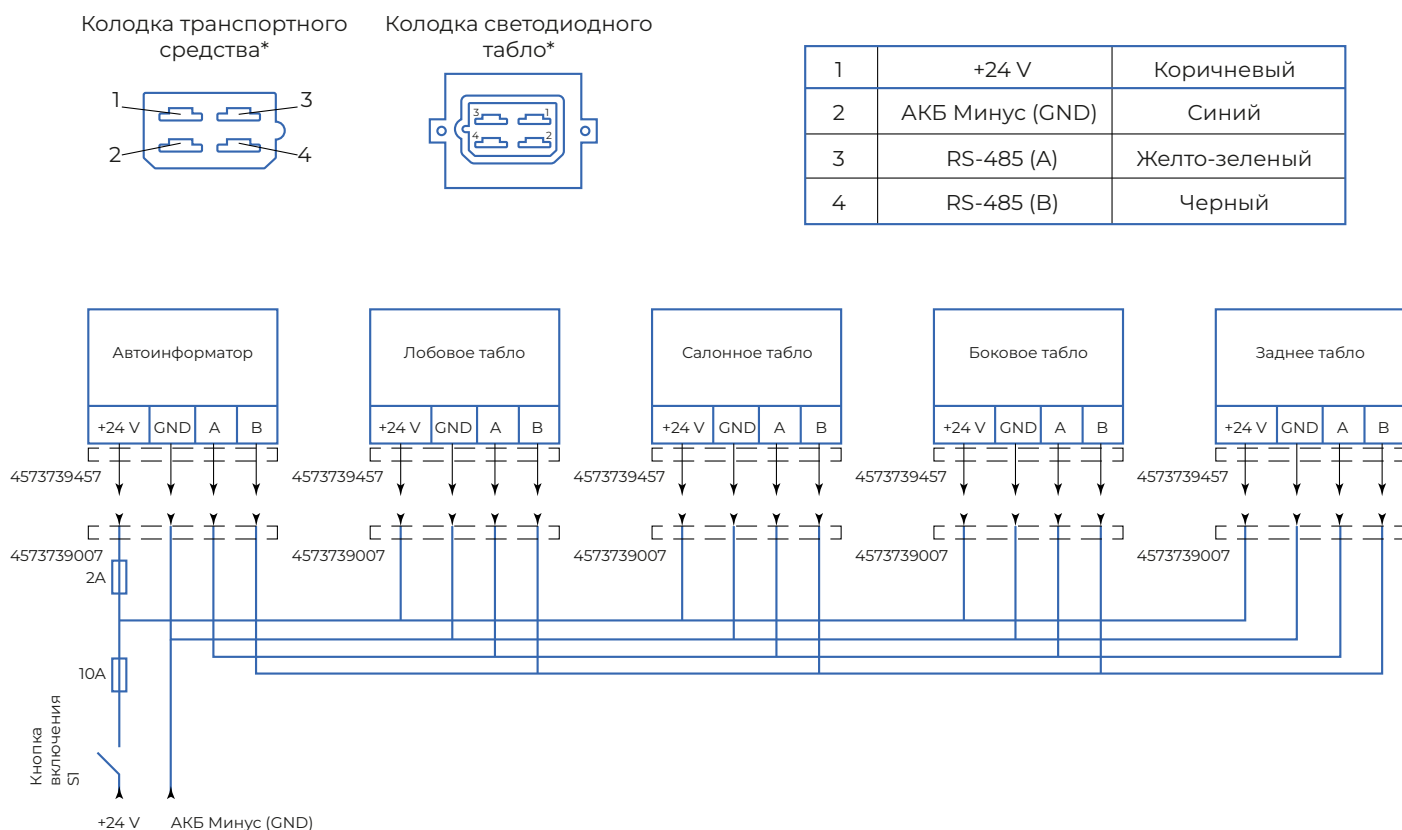

Рисунок 9. Схема подключения табло
3.2.12.1 Схема электрическая подключения табло ITLINE к изделию (Рис. 9).